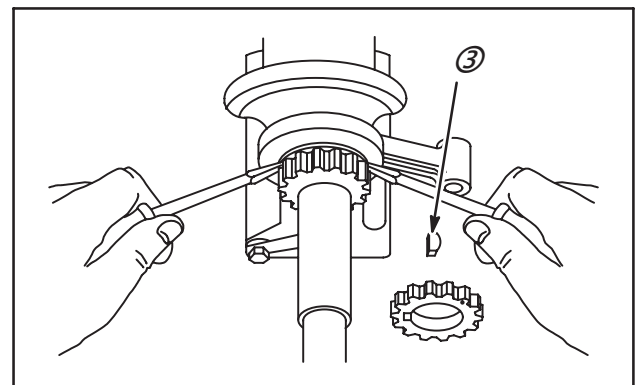

Fig. 9
5. Déposer le pignon du vilebrequin. Si le pignon est dur, le sortir avec deux tournevis, Fig. 9. Ne pas endommager le pignon.
NOTE : Conserver la clavette du pignon de calage sur les Modèles 171700. Sur les Modèles actuels 252700, 253700, 255700, 256700 et tous les 280000, la clavette demi-lune (3) peut être ôtée si nécessaire, Fig. 9.